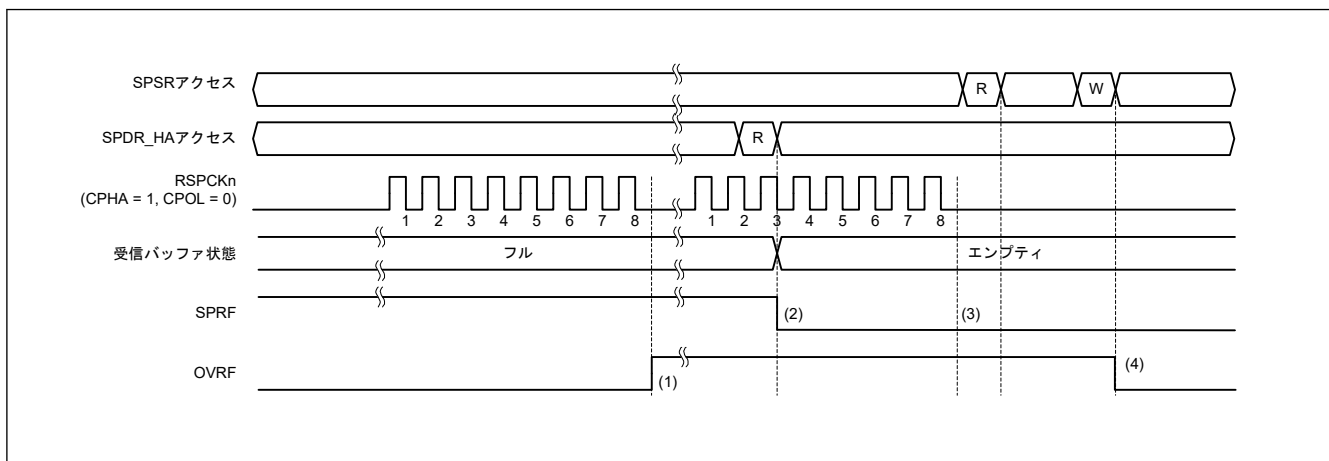

図 32.37 OVRF フラグおよび SPRF フラグの動作例
図 32.37 に OVRF フラグと SPRF フラグの動作例を示します。図 32.37 に記載した SPSR アクセスと SPDR_HA アクセスは、それぞれ SPSR、SPDR_HA レジスタへのアクセス状況を示しています。W は書き込みサイクル、R は読み出しサイクルを示しています。この例では、SPCMDm.CPHA ビットが 1、SPCMDm.CPOL ビットが 0 の設定で、SPI が 8 ビットのシリアル転送を実行しています。RSPCKn 波形の下に記載した数字は RSPCK サイクル数 (= 転送ビット数) を示しています。
以下に、図 32.37 の (1)～(4) に示したタイミングでのフラグの動作内容を説明します。